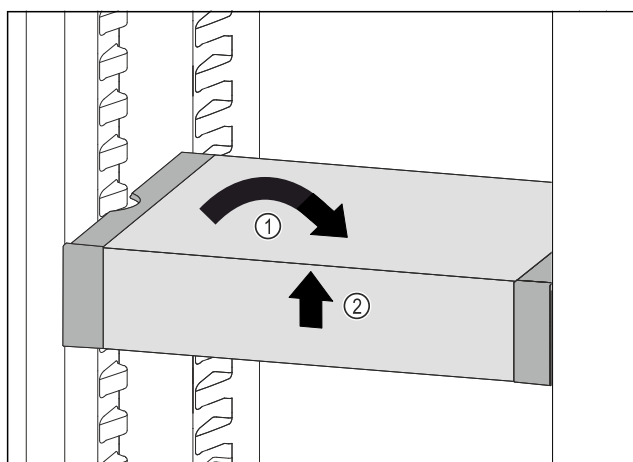

Fig. 93
- Collocare VarioSafe in maniera dritta. Fig. 93 (1)
- Sollevare VarioSafe dal lato anteriore. Fig. 93 (2)